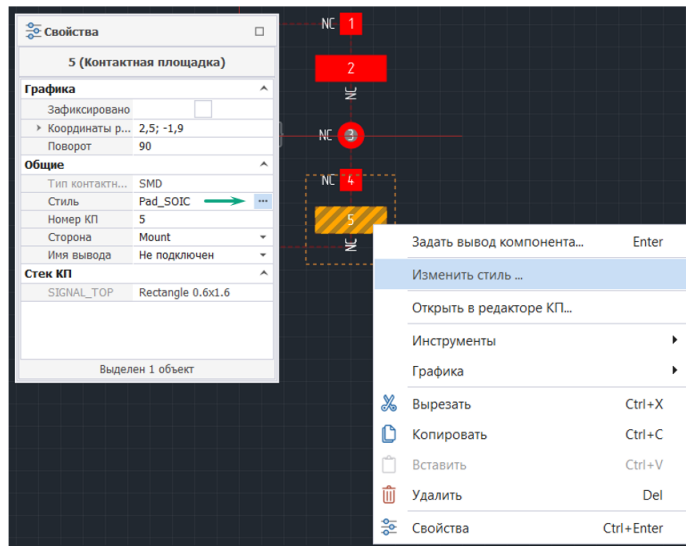

Рис. 117 Изменение стиля контактной площадки
2. Вызвать контекстное меню и выбрать «Изменить стиль ...» или нажать на символ «...» в поле «Свойства» → «Общие» → «Стиль», см. Рис. 117.